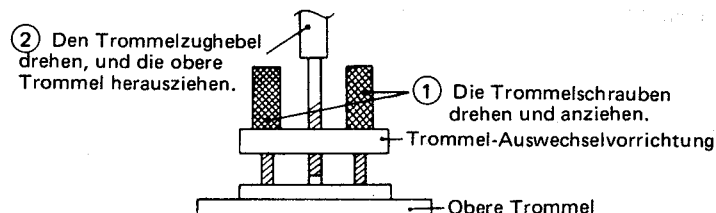

Abbildung 32.
1. Die Zuleitungen ① bis ④ ablöten und diese entfernen.
2. Die beiden Schrauben ⑤ [Messingschrauben (W3P+3S) mit flachen Unterlagscheiben] mit einem Kreuzschlitzschraubenzieher entfernen. Die obere Trommel herausziehen und dabei darauf achten, diese nicht zu neigen, dann die Trommel auswechseln. Die Außenfläche der Scheibe nicht beschädigen. Zum Herausziehen der Trommel die aus Abb. 32 ersichtliche Vorrichtung (speziell zum Entfernen der oberen Trommel vorgesehen) verwenden.